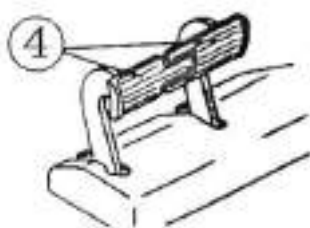

Рис. 2-9
2.2.1.6 Рычаг блокировки тормоза (6) (Рис. 2-9)